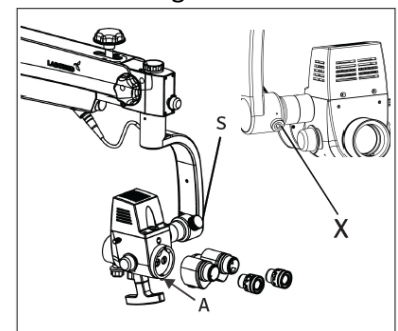

Figura 40
- Saque el cabezal de observación (como se ordenó) y los oculares de la caja. Consultando la figura 40, afloje el tornillo de ajuste "A" utilizando una llave Allen de 2 mm (incluida) y ajuste el cabezal de observación en su posición con cuidado. Inserte los oculares en ambos tubos oculares y ajuste ambas dioptrías a cero.